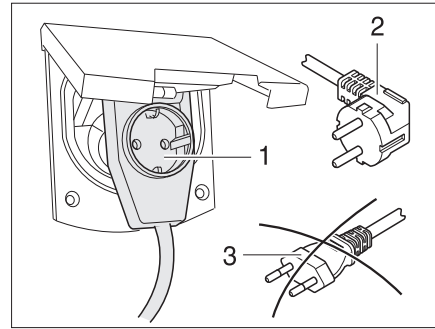

Fig. 99 Collegamento ad un connettore ad angolo provvisto di presa
- Se si impiega un connettore ad angolo CEE 17 provvisto di una presa integrata sulla parte posteriore (Fig. 99,1), utilizzare esclusivamente una spina IP 44 gommata e sigillata con contatto di terra (Fig. 99,2). Non utilizzare spine senza contatto di terra (Fig. 99,3). Pericolo di scarica elettrica!